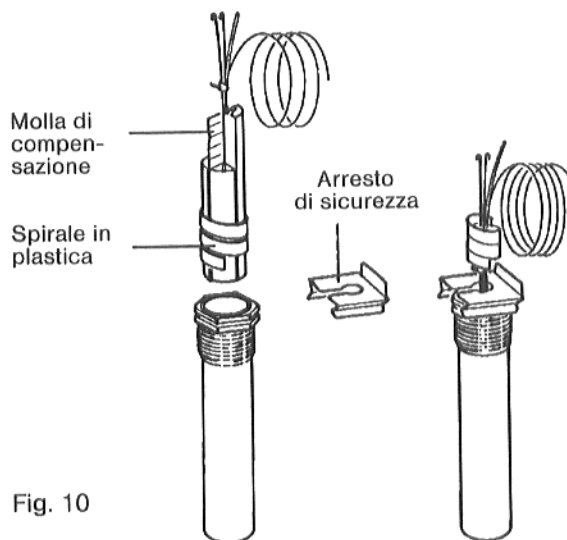

Fig. 10
La spirale in plastica, che tiene unite le sonde, viene automaticamente respinta all'inserimento delle stesse (Fig. 10).
La molla di compensazione deve essere coinserita nella guaina (pozzetto) (Fig. 10).
10. Premere l'arresto di sicurezza (impaccata con quadro comando) da sopra o lateralmente sulla tetta della guaina (Fig. 10).